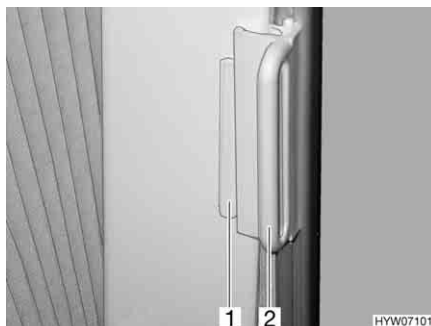

Fig. 119 Dispositif occultant plissé, fenêtres de la cabine de conduite
- Saisir les dispositifs occultants plissés par la poignée (Fig. 119,2) et tirer avec précaution jusqu'à ce que le blocage magnétique les maintienne fermés.
- Pousser la poignée (Fig. 119,2) sur la pièce de fixation (Fig. 119,1). Le dispositif occultant plissé est bloqué.